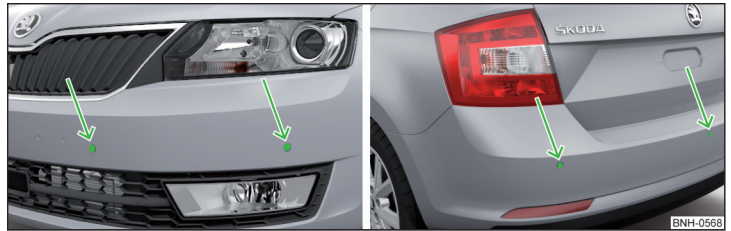

Abb. 115 Einbauort der Sensoren: vorn/hinten
- Die Systemsensoren » Abb. 115 auf Seite 112 sauber, schnee- sowie eisfrei halten und mit keinerlei Gegenständen abdecken, anderenfalls kann die Systemfunktion eingeschränkt sein.
Das System berechnet mithilfe von Ultraschallwellen den Abstand zwischen dem Stoßfänger und einem Hindernis. Die Ultraschallsensoren befinden sich je nach Fahrzeugausstattung im hinteren bzw. auch im vorderen Stoßfänger » Abb. 115.